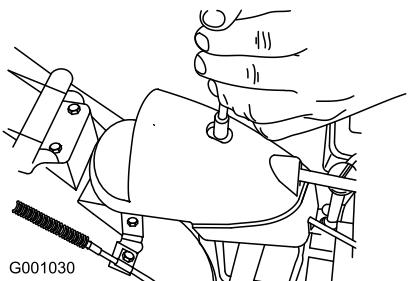

Figure 57
1. Retirez la fixation du couvercle du secteur denté (Figure 57), soulevez l'avant du couvercle et faites-le coulisser en arrière de façon à l'écartez.